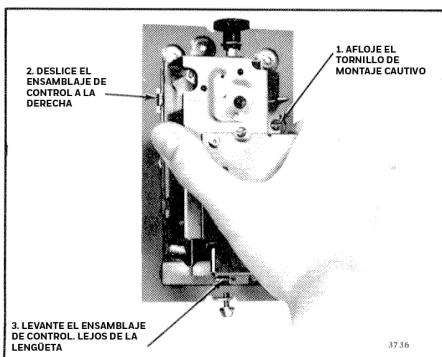

Fig. 2. Montaje del control en la placa posterior.
2. Retire la placa de montaje del ensamblaje de control como se muestra en la Fig. 2.
- Fije el H600A a la placa de montaje colocándolo debajo de las lengüetas (Fig. 2) y ajustando el tornillo de montaje cautivo.